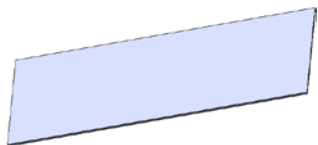
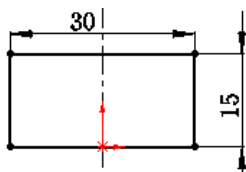

图 6.2 基体—法兰 1
图 6.3 横断面草图
Step2. 创建图 6.2 所示的钣金基础特征——基体一法兰 1。
(1) 选择命令。选择下拉菜单 **插入(I)**  **钣金(H)**  **基体法兰(A)...** 命令(或单击“钣金”工具栏上的“基体法兰/薄片”按钮 )。
(2) 定义特征的横断面草图。
① 定义草图平面。选取前视基准面作为草图平面。
② 定义横断面草图。在草图环境中绘制图 6.3 所示的横断面草图。
③ 选择下拉菜单 **插入(I)**  **退出草图** 命令，退出草图环境，此时系统弹出“基体法兰”对话框。
(3) 定义钣金参数属性。
① 定义钣金参数。在 **钣金参数(S)** 区域的  文本框中输入厚度值 0.2。
② 定义钣金折弯系数。在 **折弯系数(A)** 区域的下拉列表中选择 **K 因子** 选项, 把文本框 **K** 的因子系数改为 0.4。
③ 定义钣金自动切释放槽类型。在 **自动切释放槽(T)** 区域的下拉列表中选择 **矩形** 选项, 选中 **使用释放槽比例(A)** 复选框, 在 **比例(T):** 文本框中输入比例系数 0.5。
(4) 单击  按钮, 完成基体—法兰 1 的创建。